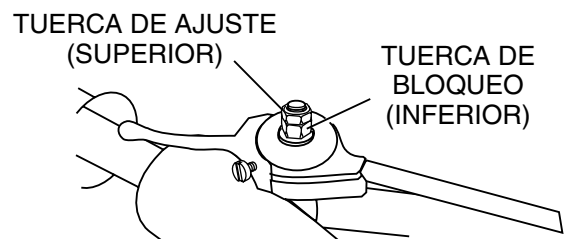

Figura 6. Ajuste de la tensión del cable
- Ajuste la tensión del cable aflojando la tuerca de bloqueo en el receptor del cable del acelerador (consulte la Figura 6), aflojando o apretando la tuerca de ajuste por debajo de ella, y luego apretando la tuerca de bloqueo.